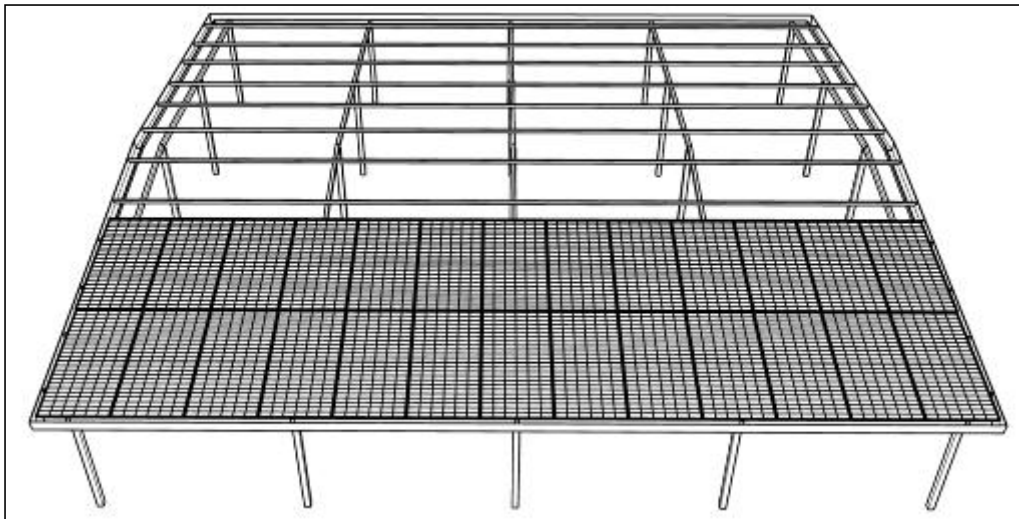

Figura 30
16) O esquema da instalação é o seguinte (Figura 30).